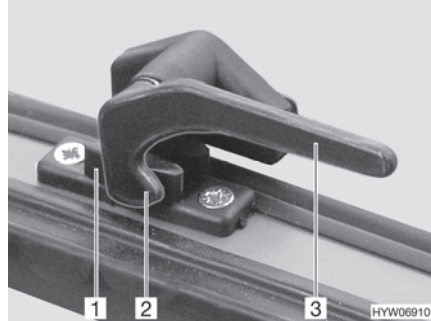

Bild 45 Låsarm i läget "stängd"
- Sväng låsarmen (Bild 45,3) ett kvarts varv mot fönstrets mitt.
- Sväng låsarmen (Bild 45,3) ett kvarts varv mot fönsterkarmen. Låsspaken (Bild 45,2) är placerad på insidan av fönsterlåset (Bild 45,1).
- I läget "helt stängt" (Bild 45)